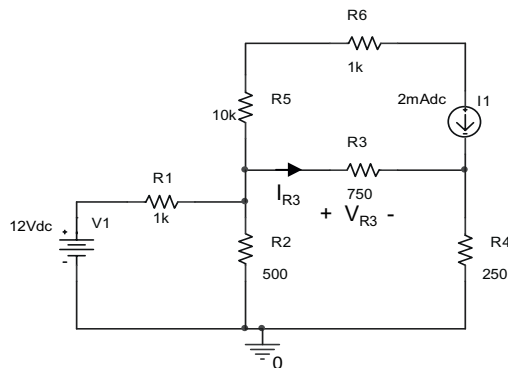

Figura 1. Teorema de Superposición
1. Montar el circuito de la Figura 1 en PSpice y obtener con las sondas del programa la tensión en R_3 (V_{R3}) y la intensidad I_{R3} . Calcular la potencia entregada a R_3 . (P_{R3})